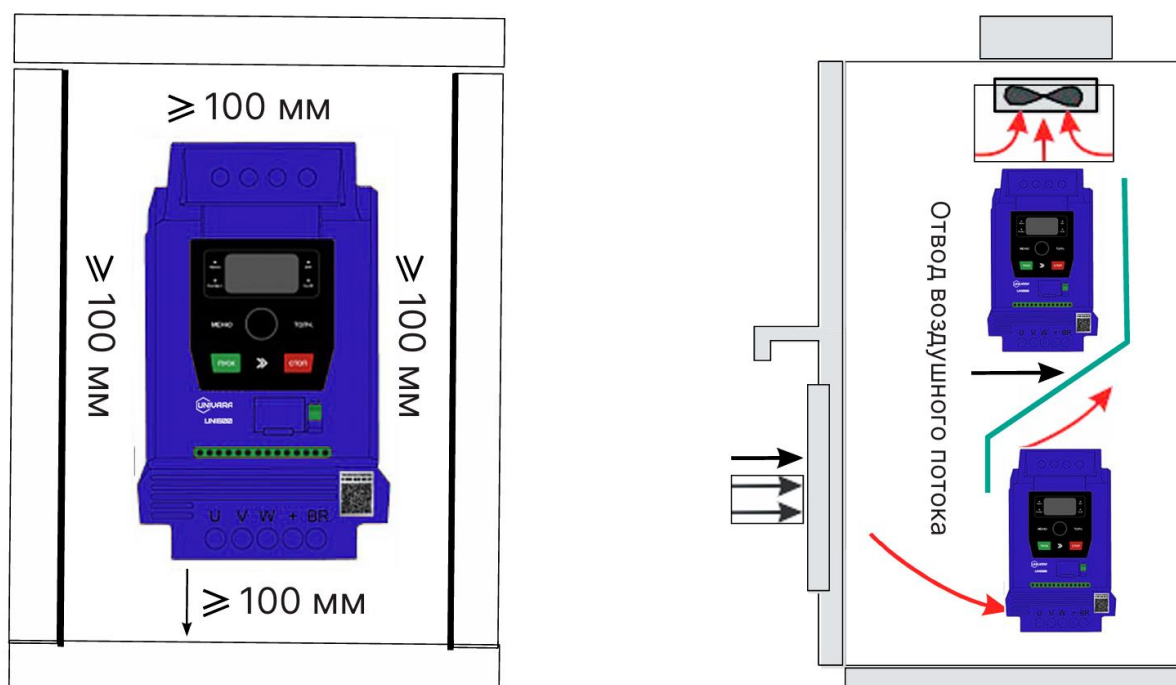

Рисунок 3.1 – Схема установки ПЧ серии UN1600
- Установка преобразователя возможна только в вертикальном положении. При монтаже нескольких устройств предпочтительно размещать их горизонтально в один ряд. Если установка производится одно над другим, требуется установка изолирующего дефлектора под углом 45° для перекрытия потока нагретого воздуха от нижестоящего преобразователя (см. рис. 3.1).